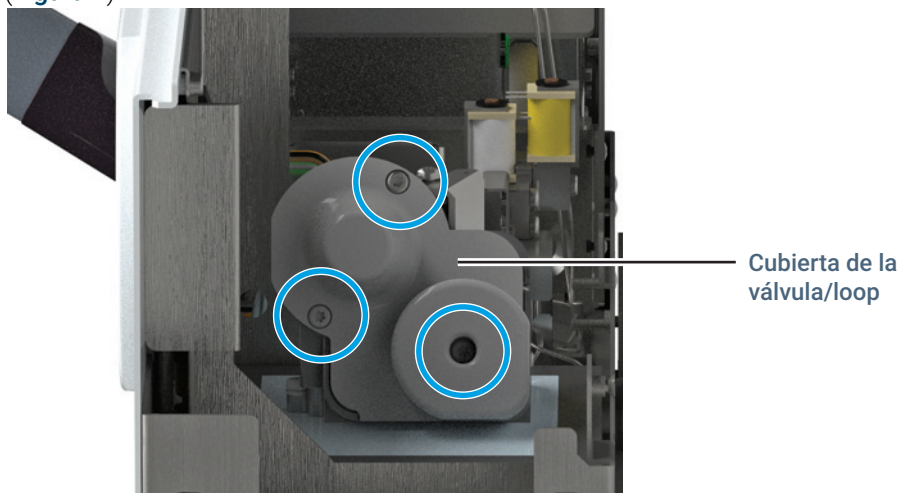

Figura 9. Cubierta de la válvula/loop
- 4 Afloje completamente los tres tornillos cautivos T-20 Torx de la cubierta de la válvula/loop (**Figura 9**).